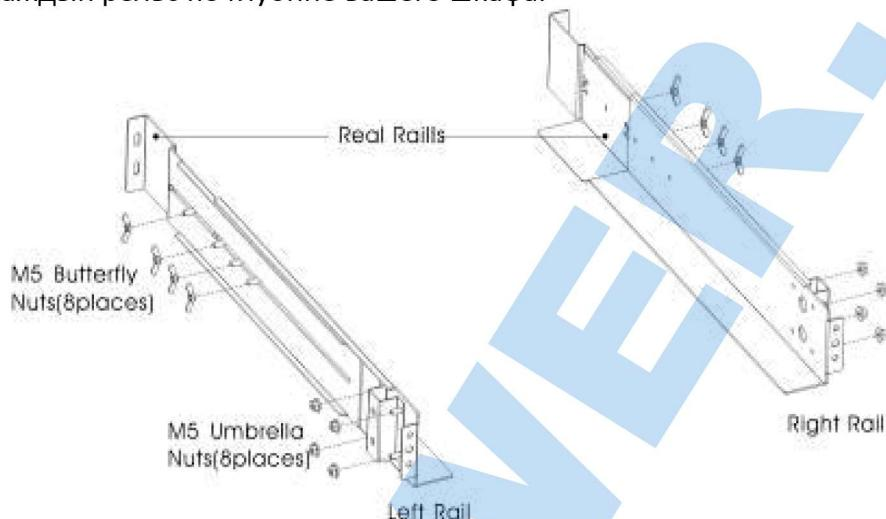

Рис. 4-1. Установка направляющих в шкафу.
3. Затяните четыре барацковые гайки M5 сбоку от направляющих (см. рис. 4-1).